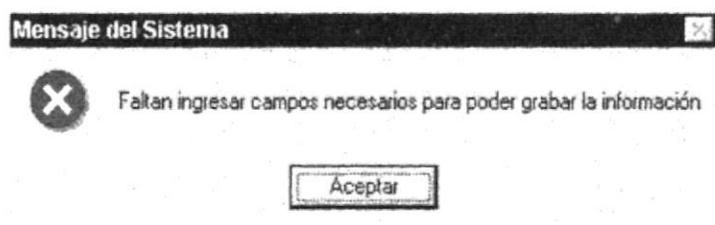

Figura 8.22 Mensaje de Error
8. Si no ingreso ningún valor e intentó grabar aparece el siguiente mensaje. **Figura 8.22**